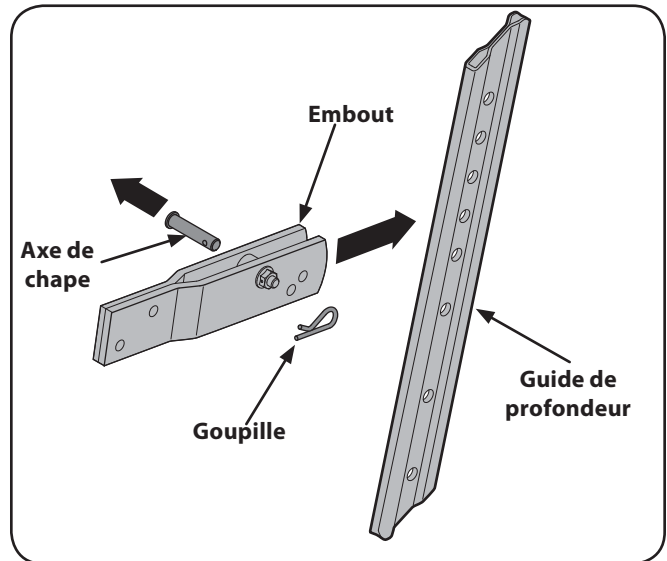

Fig. 3-5
- Démontez le guide de profondeur comme à la Fig. 3-5. Conservez la goupille et l'attache pour les utiliser plus tard.